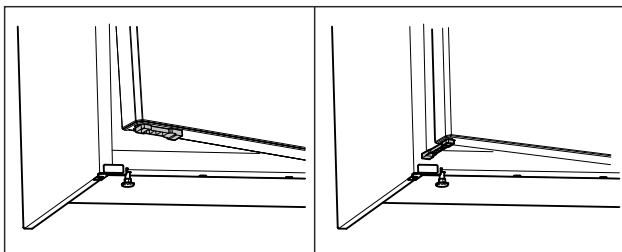

Fig. 63 *
- ▶ Поверніть обмежувач відкривання дверцят на 90°. (див. Fig. 63) *